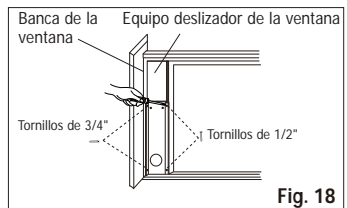

Fig. 18
3. Cierre de forma segura el marco deslizable contra el equipo deslizador de la ventana. (Fig. 18)
4. Colocar dos tornillos de 1/2" para ajustar el kit deslizable de la ventana al marco de la ventana. (FIG. 18)
5. Colocar dos tornillos de 3/4" para ajustar el kit deslizable de la ventana al heces de la ventana. (FIG. 18)